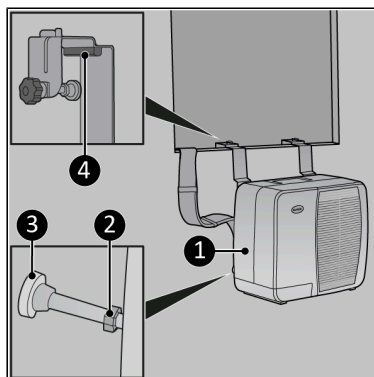

Figure 56.
4. Si nécessaire, utilisez le bloc amovible (Figure 56, pos. 4) sur des murs plus fins ou des châssis de fenêtres.
5. Assurez-vous que l'unité extérieure (Figure 56, pos. 1) est bien droite en serrant l'écrou (Figure 56, pos. 2) sur l'entretoise du boulon de réglage. Assurez-vous que l'amortisseur (Figure 56, pos. 3) est placé verticalement.